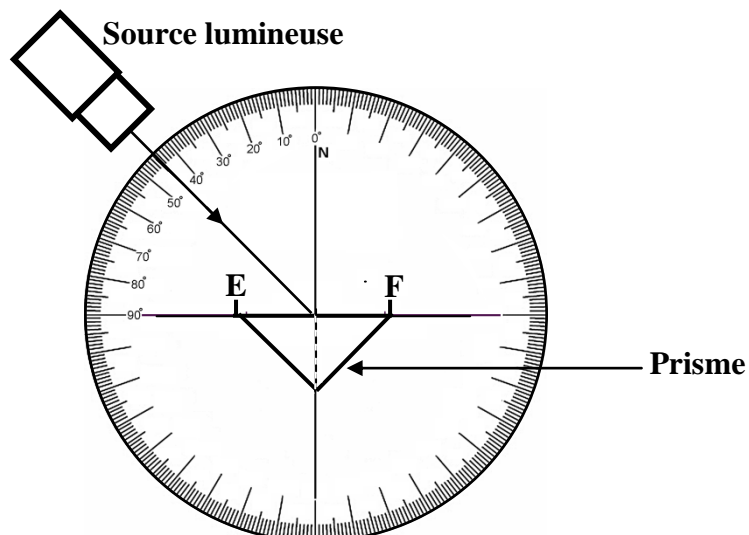

Figure 8
- Tracer les deux axes perpendiculaires du disque optique (figure 8).